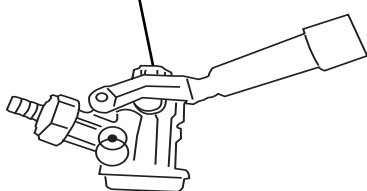

Figure 7
- Introduzca el mecanismo de acoplamiento que viene con el equipo en el cuello con cierre del barril y gírelo hacia la derecha hasta que se trabe en su lugar; verifique que el mecanismo quede en la posición cerrada. **(Vea la fig. 7)**
- Asegúrese de insertar la arandela de goma en el aparato de la conexión al contenedor de la cerveza. Refiere a Fig. 7 abajo.